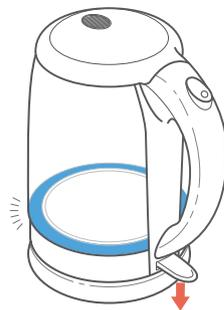

Fig. 1.3
5. Premere l'**interruttore On/Off**. La spia blu si illuminerà. [Fig. 1.3]